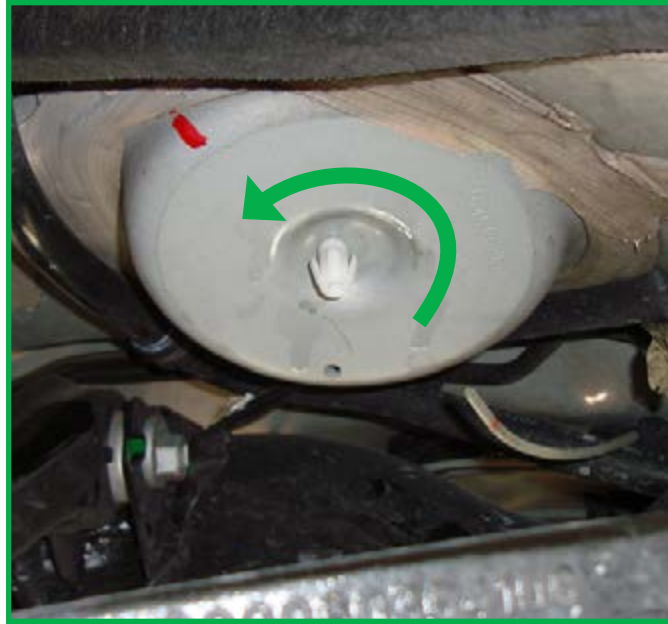

ABBILDUNG 4
6. Oberen Luftfeder-Halteklipp abschrauben und entsorgen. (Abbildung 4)